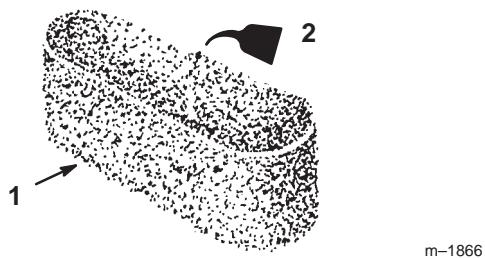

Figure 21
- C. Imbibez l'élément de 30 à 60 ml d'huile (Fig. 21). Pressez l'élément pour bien répartir l'huile.